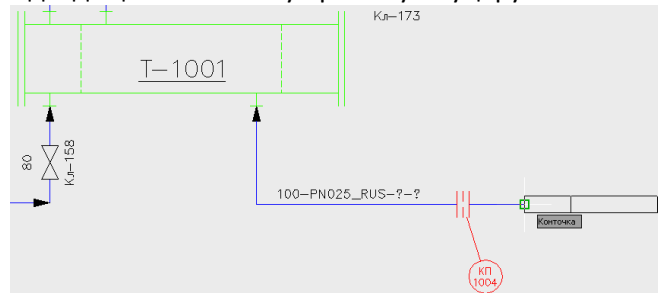

Рис. 26
- Нажмите **ОК**. Автоматически откроется чертеж **1-TX-1001**. Укажите в нем конец линии, подходящей к нижнему правому штуцеру теплообменника **T-1001** (Рис. 26).